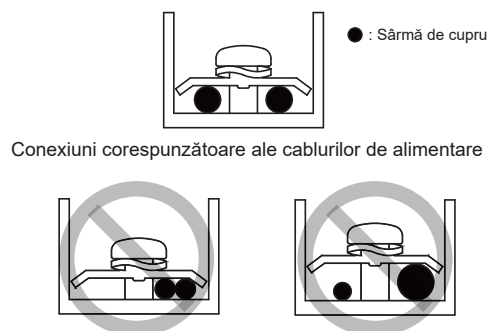

Figura 9.2
- Nu conectați două cabluri de alimentare cu diametre diferite la aceeași bornă de alimentare (poate provoca supraîncălzirea cablurilor din cauza cablurilor desfăcute) (a se vedea Figura 9.2).